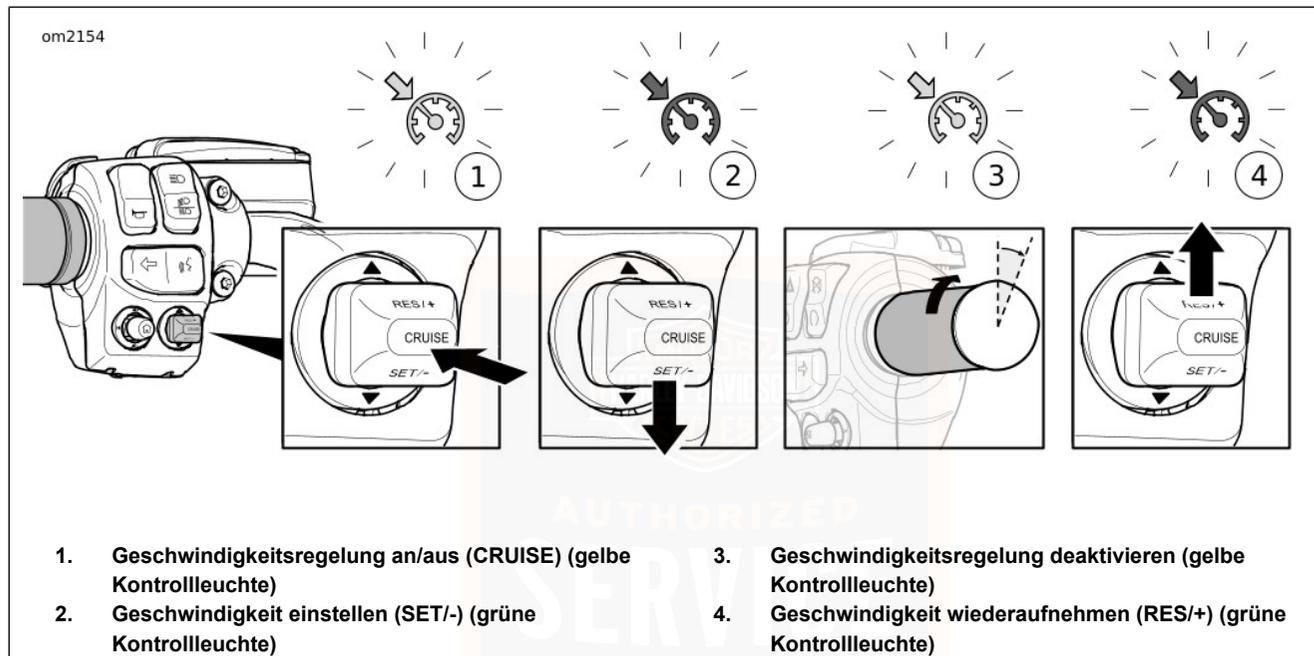

Abbildung 29. Geschwindigkeitsregelung (typisch)
Siehe Abbildung 29. Den Geschwindigkeitsregelungsschalter drücken, um die Geschwindigkeitsregelung (1) einzuschalten. Im eingeschalteten Zustand leuchtet das Symbol für die Geschwindigkeitsregelung in der Tachometer-Oberfläche gelb.
Siehe Abbildung 29. Wenn das Motorrad die gewünschte Geschwindigkeit erreicht hat, den Schalter „SET/-“ drücken, um die Reisegeschwindigkeit (2) einzustellen. Die Farbe des Geschwindigkeitsregelungssymbols wechselt von Gelb auf Grün.
Siehe Abbildung 29. Um die Reisegeschwindigkeit zu verlassen, den Gasgriff über den Abrollschalter (3) in die geschlossene Stellung drehen.
Siehe Abbildung 29. Wenn die Geschwindigkeitsregelung deaktiviert wurde, die Geschwindigkeitsregelungs-Kontrollleuchte jedoch orange leuchtet, wird durch Drücken des Schalters „RES/+“, die Geschwindigkeitsregelung (4) wiederaufgenommen. Das